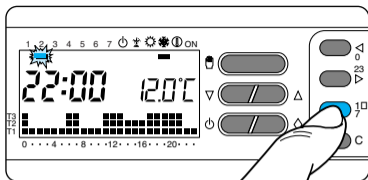

Fig. 43
**8.6** -Per programmare diversamente i giorni successivi, far avanzare il giorno tramite il pulsante 1÷7 e ripetere la medesima procedura indicata al punto 8.4 (fig. 43).